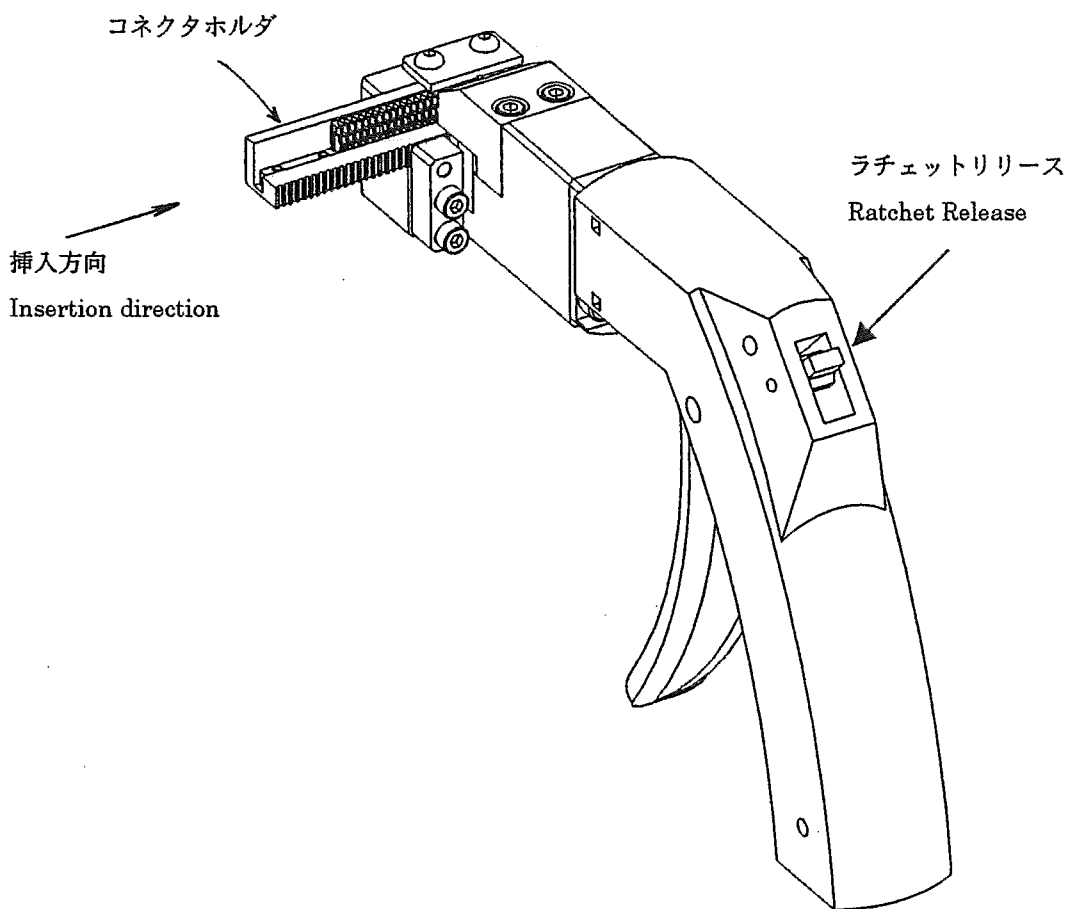

Fig.4
- 3) コネクタホルダをヘッドアセンブリにセットして下さい。Fig.4 矢印方向に差し込み、ワイヤセット溝とコネクタの右端が一致するまで送って下さい。送りすぎた場合は矢印方向に一度抜いてから差し込み直して下さい。
- 3) Set the connector holder to the head assy. Insert the holder arrow direction in Fig.4 until the 1st wire slot of connector comes the wire setting groove. When the holder passes through correct position, remove the holder by pushing toward arrow direction and insert again.